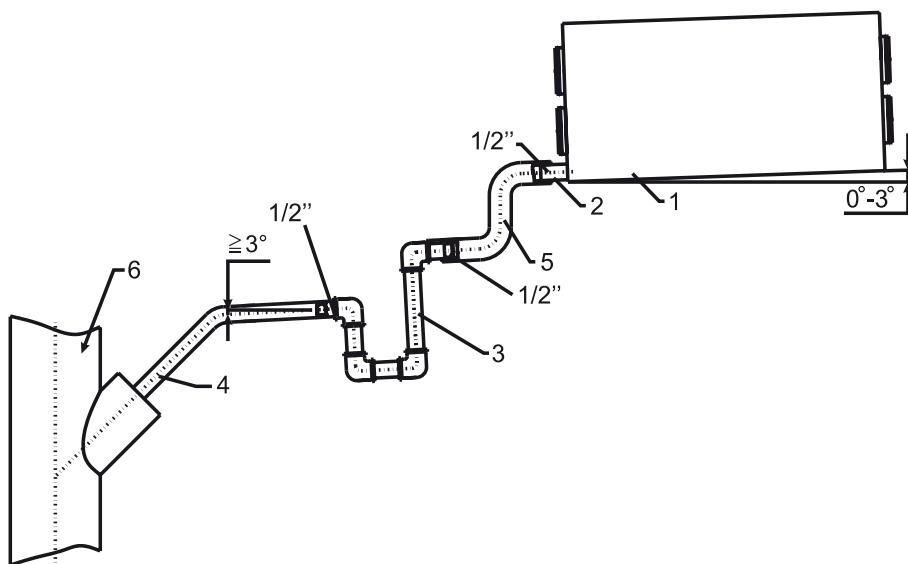
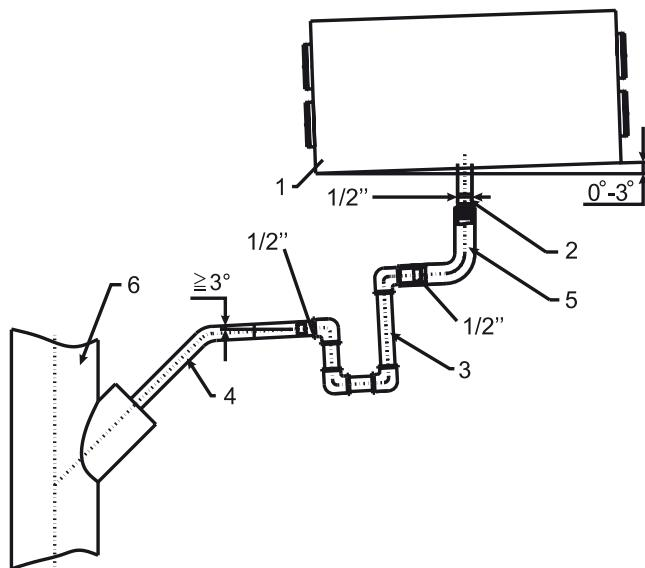

Рис. 8.1. Отвод конденсата от вентустановки для LV-PACU 400, 700 H-V4.
Рис. 8.2. Отвод конденсата от вентустановки для LV-PACU 1000, 1500, 1900 H-V4.
После установки вентустановки необходимо установить систему отвода конденсата. Отверстия для слива конденсата смонтированы на заводе-изготовителе. К отверстиям для слива конденсата необходимо подключить входящие в комплект поставки сифон (3) или сифоны (в зависимости от типоразмера вентустановки) и при помощи труб (4, 5) произвести подключение к канализационной системе (6), как показано на рис. Рис. 8.1–Рис. 8.2.
После монтажа дренажной системы проверьте ее работу, залив в поддон отвода конденсата 0,5 литра воды (сифон (3) должен быть постоянно заполнен водой). Если вода не вытекает из поддона, устраните данную неисправность. Система отвода конденсата должна эксплуатироваться в помещениях с температурой воздуха выше 0 °C, в противном случае необходимо покрыть тепловой изоляцией всю систему отвода конденсата от вентустановки до канализационной трубы и проложить нагревательный элемент (в виде кабеля) под изоляцией. Схема отвода конденсата от вентустановки показана на рис. 8.1–рис. 8.2.